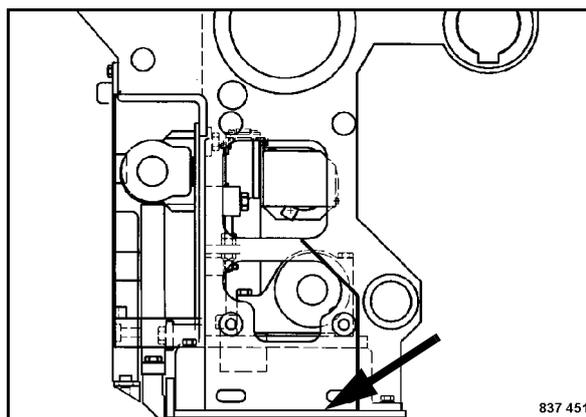

Fig. 194
- Controllare le condizioni delle lamiere della piastra (Fig. 194), eventualmente sostituirle.